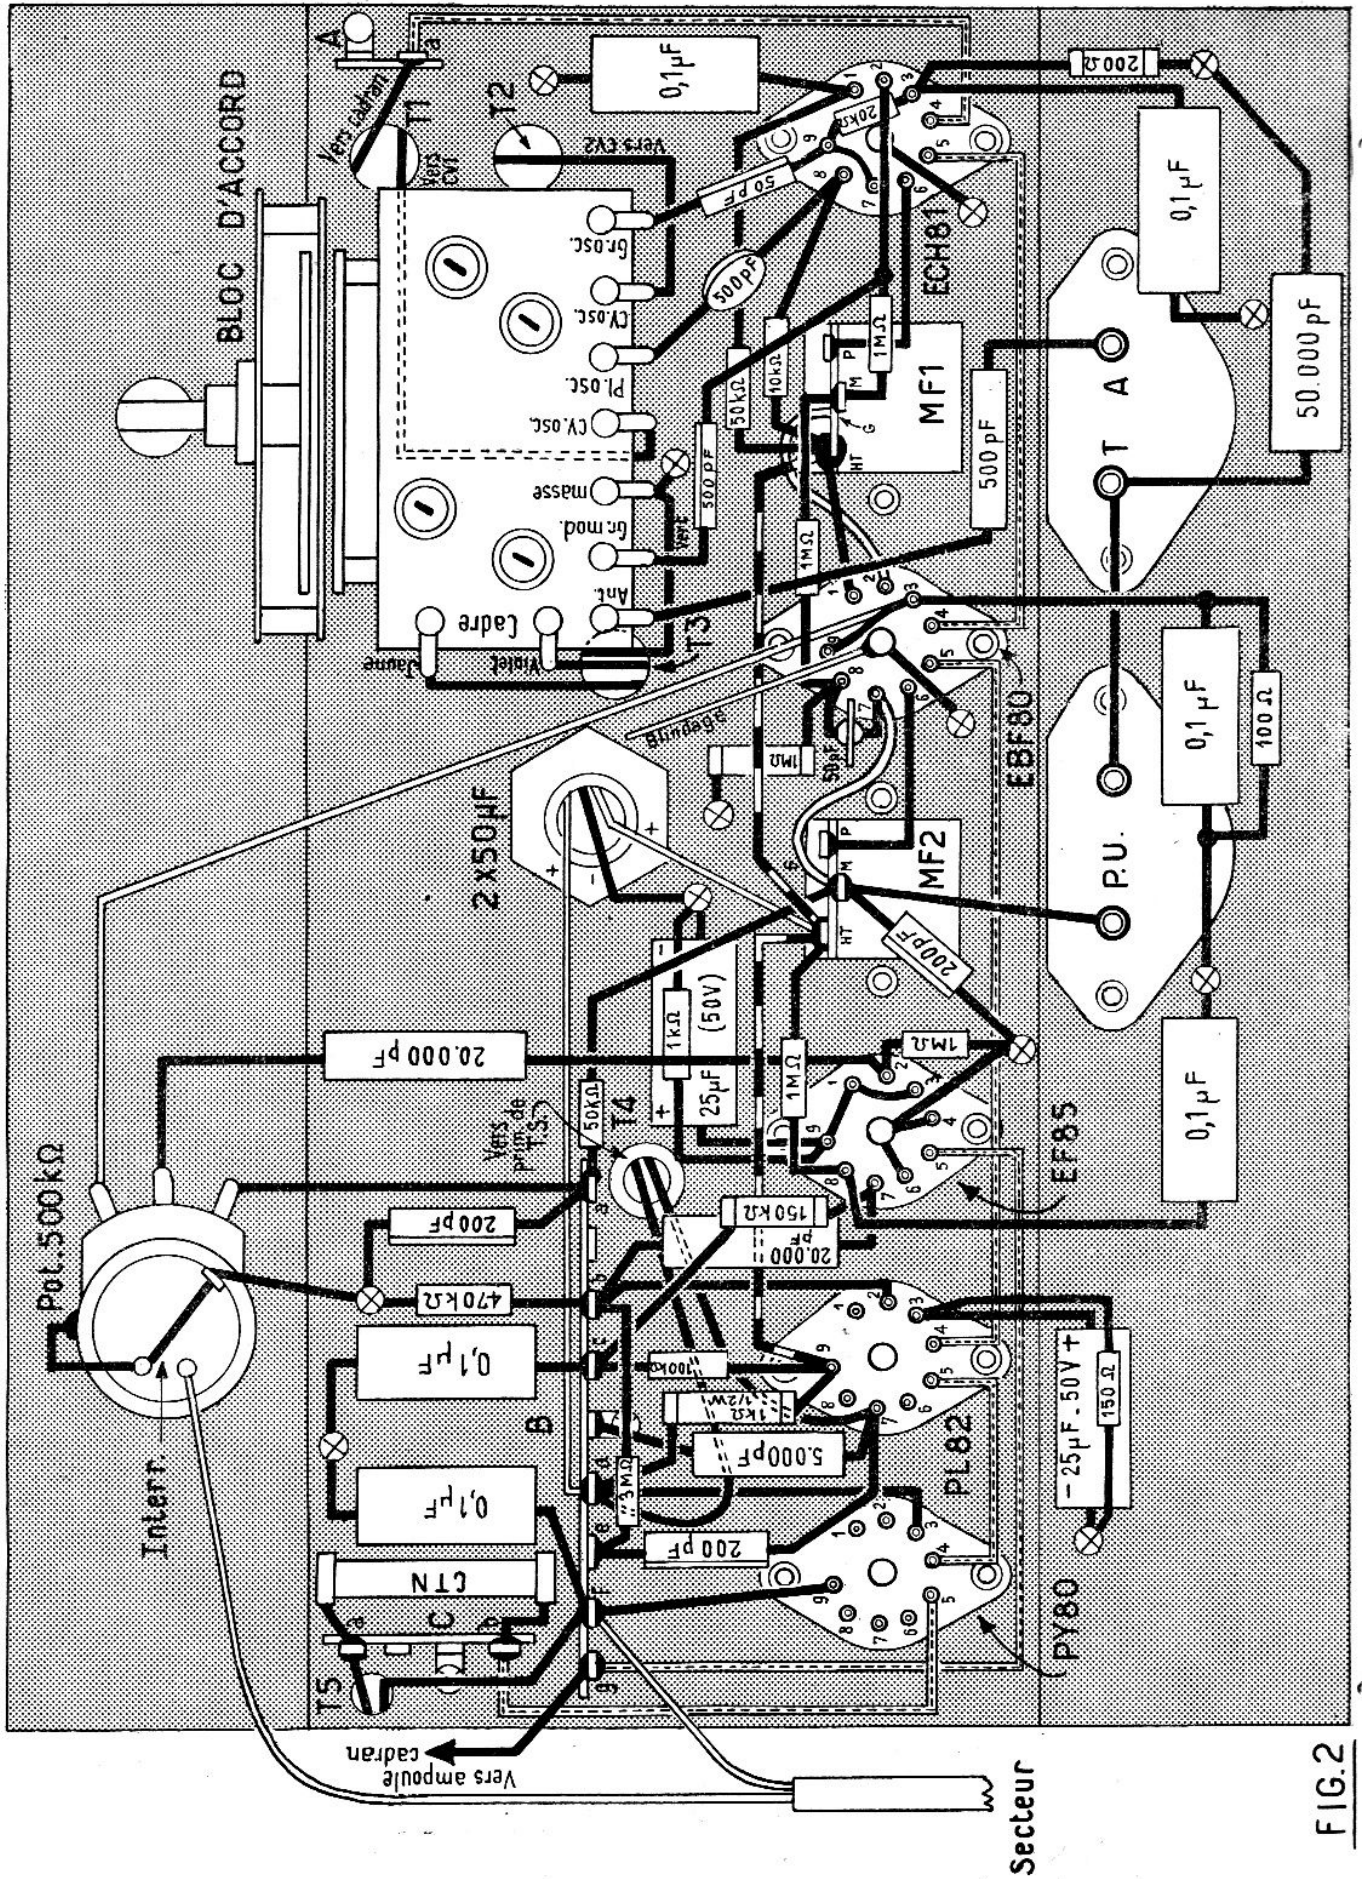

FIG.2
Il est bien évident qu'avant d'entreprendre le câblage, il faut monter sur le châssis les principales pièces qui composent ce récepteur. Les plans des figures 2 et 3 sur lesquels le câblage est représenté permettent de déterminer exactement l'emplacement et l'orientation de chaque organe.
- 1 châssis selon fig. 2.
Nous citerons avant tout les poulies d'entraînement des cadrans démultiplieurs. Il n'est même pas nécessaire que le tambour touche la masse du châssis qui constitue, lui, un potentiel fixe, pour que les crachements prennent naissance en cours de rotation. La simple rotation suffit généralement à engendrer ces crachements très désagréables (fig. 2).